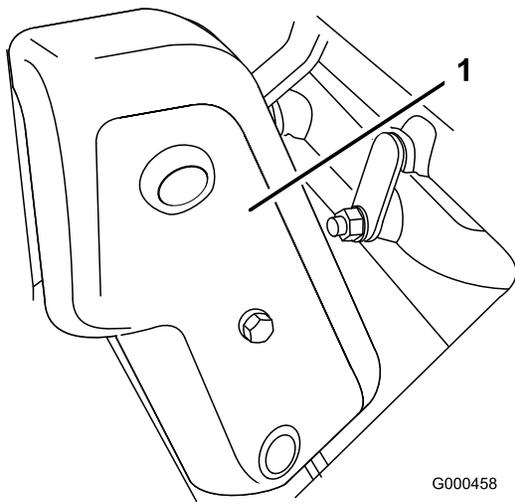

図 41
1. ベルト・カバー取り付けネジ (図 41) を外してベルトを露出させる。